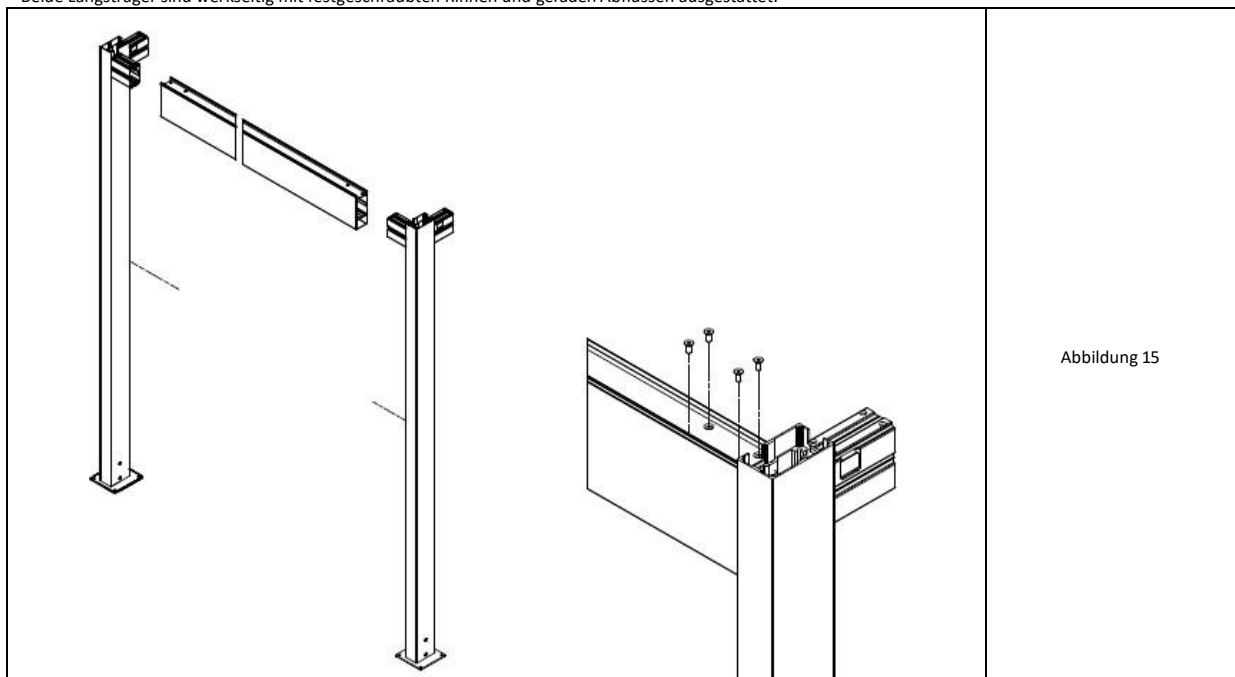

Abbildung 15
1. Die Pfosten mit den vorab festgeschraubten Füßen mit den Klammern beidseitig in die Kammern des Querträgers schieben und von der Oberseite der Trägerkammer gemäß Abb. 15 mit Hilfe von M8 x 20-Kegelschrauben mit Innensechskant fest. Achten Sie darauf, die Stützen mit der richtigen Anordnung der Füße zu montieren. Führen Sie dies für beide Querträger durch, sodass 2 flache Rahmen entstehen. Ein korrekt montierter Rahmen verfügt über eine Dichtungsfeder an der Querstrebe auf der Seite der aus den Pfosten herausragenden.